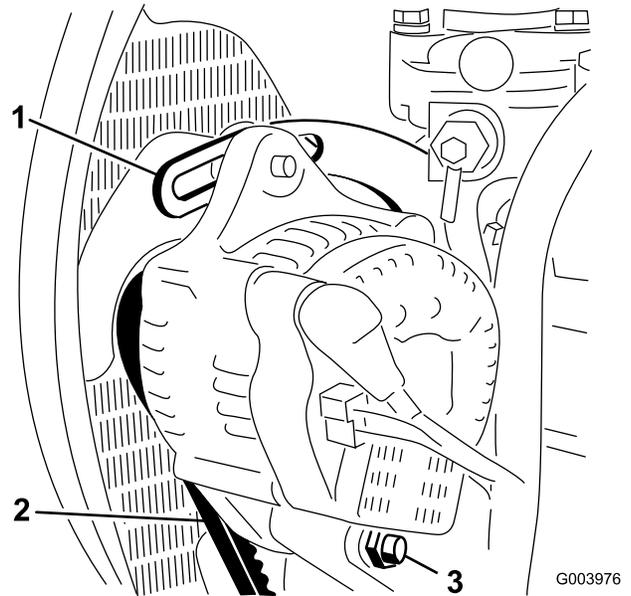

Figura 71
2. Controllate la tensione della cinghia dell'alternatore premendola (Figura 71) al centro tra le pulegge dell'alternatore e dell'albero a gomito con una forza di 10 kg.
3. Allentate il bullone che fissa il supporto al motore (Figura 71), il bullone che fissa l'alternatore al supporto ed il bullone di rotazione.